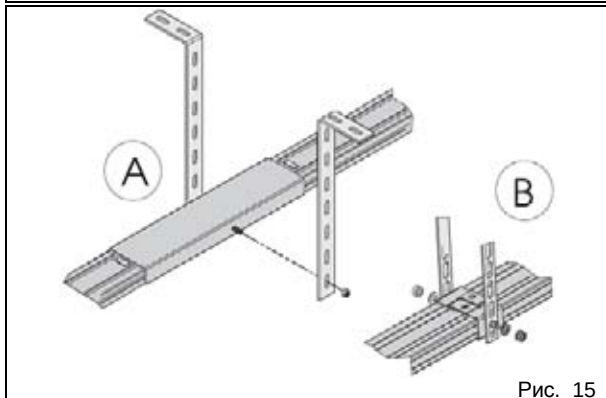

Рис. 15
- 13) Если направляющий профиль состоит из двух частей с центральным соединительным элементом (рис. 15, поз. А), а также при установке центральной опоры на цельный профиль (рис. 15, поз. В – опция) профиль крепят к потолку при помощи планок, выполнив пункты 9, 10 и 12 (рис. 15).